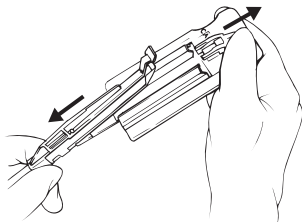

AFBEELDING 13
- 9b. Terwijl u lichte druk uitoefent op beide kanten van de nietervorken, schuift u de assemblagekleem over de nieterlader en zorgt u ervoor dat beide kanten van de nieter stevig op hun plaats zitten met de assemblagekleem en dat op de cartridgekant de gele beveiliging zich tussen de assemblagekleem bevindt (zie afbeelding 13).